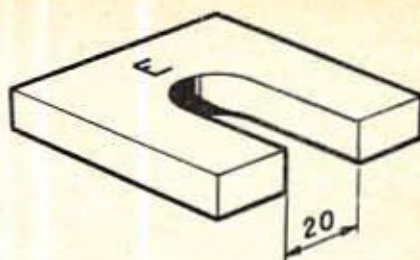

Fig. 26. — Cotes d'exécution de la plaque E
- Si nécessaire, extraire, en prenant appui sur la plaque E (fig. 26).